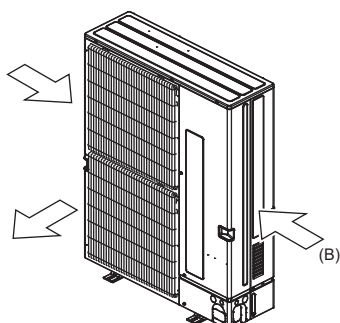

Fig. 2-5
- (3) Placer l'appareil de sorte que la sortie d'air souffle dans la direction perpendiculaire à celle des vents saisonniers, si celle-ci est connue. (Fig. 2-5)